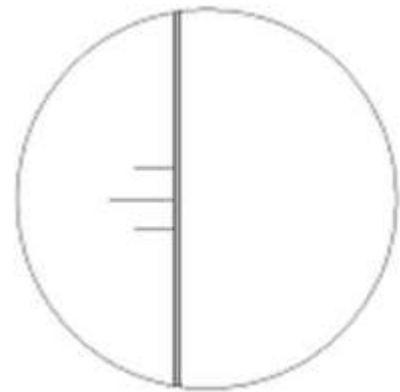

Рис. 27
3) Поворачивайте колесико перемещения правой линии, одновременно наблюдая через окуляр микрометра до тех пор пока две риски не пересекутся, как показано на рис.27. Нажмите кнопку сброса [CLEAR] значения d1 и d2 обнулятся.